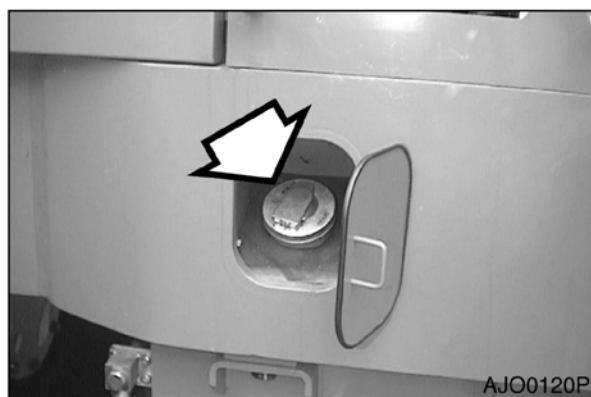

Рис. 16
1. В конце каждого рабочего дня следует заполнять топливный бак. Добавить топливо через горловину топливного бака (рис. 16). Если работа выполняется при температуре 0°C или выше, применять ASTM № 2-D или аналог. При температуре ниже 0°C использовать стандарт ASTM № 1-D или его аналог.